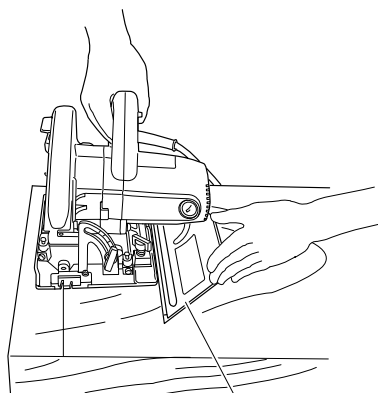

図 29
- (5) 造作ガイドを手で押さえて、ベース側面を造作ガイドに押し当てるようにしながら切断します。(図29)
- (4) 造作ガイドを手で押さえて、ベース側面を造作ガイドに押し当てるようにしながら切断します。(図 29 参照)